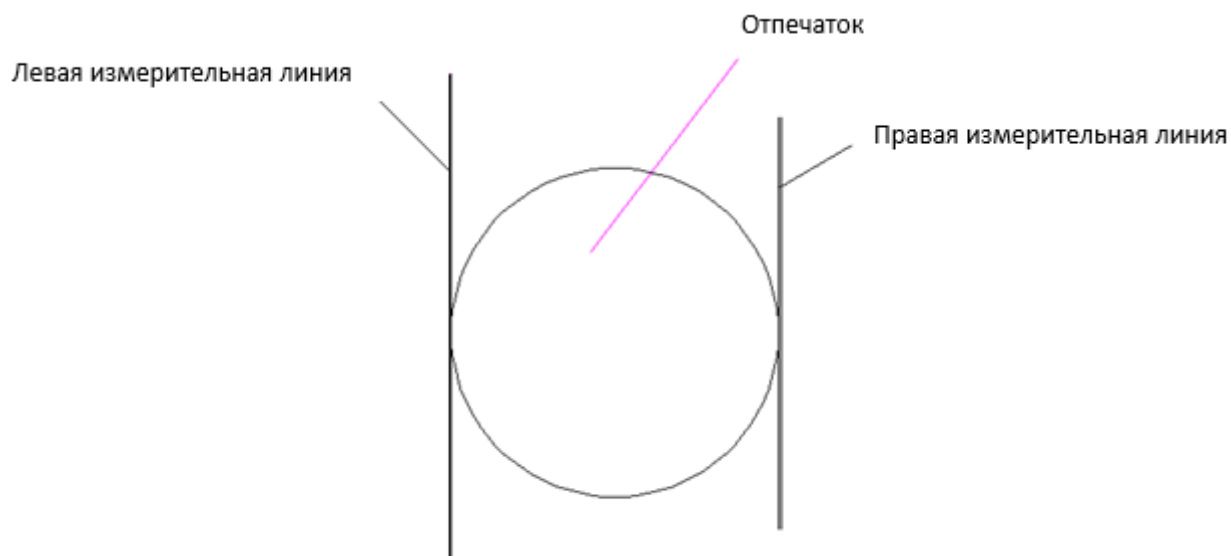

Рисунок 2.3 – Правильное установка измерительных линий
- Опустите испытательный столик (5) так, чтобы испытуемый образец оказался примерно на 2 мм ниже индентора, поверните объектив (14) в переднее положение, рассмотрите отпечаток в микроскоп (9), если требуется, отрегулируйте чёткость изображения отпечатка перемещением испытательного столика (5) вверх или вниз. Если изображение двух делений шкалы будет нечётким, отрегулируйте окуляр (10).
- Вращайте правое регулировочное колесо (17), чтобы переместить деления шкалы микроскопа друг к другу до соприкосновения. Когда линии соприкоснутся своими внутренними сторонами (проследите, чтобы они не налезали друг на друга), нажмите “CLR-D“ (установить d1 на ноль), при этом значение d1 на главном экране станет равно нулю. Теперь можно измерить диаметр отпечатка.
- Вращением правого регулировочного колеса (17) разведите линии друг от друга, вращением левого регулировочного колеса (15) передвигайте левую линию, пока она не коснется своей внутренней стороной левого края отпечатка, а затем переместите правую линию так, чтобы она коснулась своей внутренней стороной правого края отпечатка (Рис.2.3); нажмите кнопку запуска измерения (18), расположенную на микроскопе. Измерение диаметра длины отпечатка d1 закончен когда на дисплее отобразится его значение.
9. Поверните микроскоп (9) на 90° указанным ранее образом, чтобы произвести измерение диаметра отпечатка d_2 , нажмите кнопку запуска измерения. На дисплее прибора должно отобразиться измеренное значение твердости образца. При необходимости, повторите измерение снова в соответствии с методом, описанным выше.